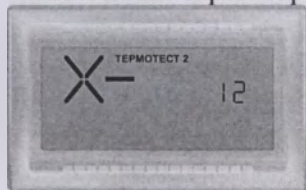
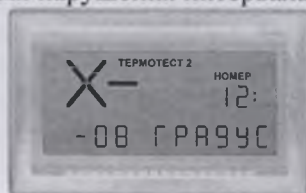
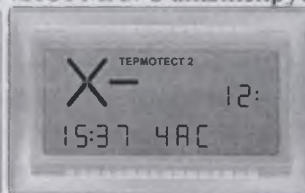
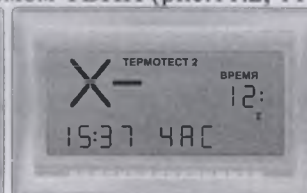

Рис.9.1
Рис.11.1
Рис.11.2
Рис.11.3
В режиме «СТАТИСТИКА» в течение всего времени работы этого режима на ЖКИ Термотеста включена надпись: «ТЕРМОТЕСТ 2» (рис. 9.1 – рис.9.5, рис.10.1 – рис.10.4, рис.11.1, рис.11.2).
На 1-ом этапе в режиме «СТАТИСТИКА» («ОЦЕНКА») на ЖКИ Термотеста осуществляется просмотр следующей информации (рис.9.1 – 9.5):
- количественный номер ТВИН по порядку его возникновения (рис.11.1, 11.2, 11.3);
- температурное направление ТВИН (рис.11.1, 11.2);
- экстремальная зафиксированная температура в анализируемом ТВИН (рис.11.1);
- общее время нарушения интервала «НОРМА» в анализируемом ТВИН (рис.11.2, 11.3).
Знак « X » («нарушение») свидетельствует о том, что на ЖКИ индицируется информация о ТВИН. Знак « - » и двухразрядное число от 01 до 99 указывает на количество ТВИН ниже нижней границы установленного в Термотесте интервала «НОРМА» («переохлаждение» или «замораживание» для зоны отрицательных температур), зарегистрированных Термотестом за время его функционирования (рис.9.1).
д) в нижней строке ЖКИ индицируется экстремальная зафиксированная в анализируемом ТВИН температура. Индицируемое число является двухразрядным. Число должно иметь знак « + » или знак « - » (например, надпись на ЖКИ « - 08 » соответствует значению минус 8 °С). После двухразрядного числа следует пиктограмма «ГРАДУС», обозначающая единицу индицируемой температуры – градусы (см. рис.11.1).
Индицируемые четыре цифры, попарно через двоеточие обозначают общее время нарушения ТВИН. Две цифры до двоеточия – часы, две цифры после двоеточия – минуты (например, 15:37 – 15 часов 37 минут). После четырех цифр следует пиктограмма «ЧАС», обозначающая единицы индицируемого времени – часы, минуты (см. рис. 11.2, 11.3). Если во время индикации общего времени нарушения интервала «НОРМА» отсутствует знак « Σ » («сумма») это означает, что накопление параметра времени осуществлено по принципу однократного нарушения (см. п.1.2.8.3.3, рис.11.2). Если во время индикации общего времени нарушения интервала «НОРМА» индицируется знак « Σ » («сумма») это означает, что накопление параметра времени осуществлено по принципу суммарного нарушения (см. п.1.2.8.3.3, рис.11.3).